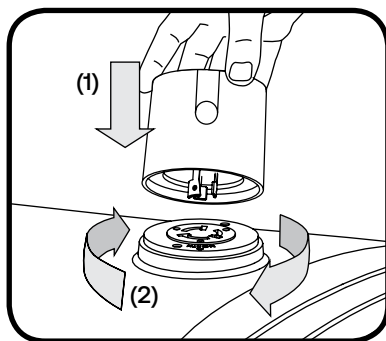
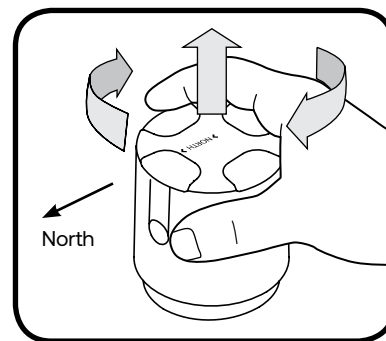

Figure 1
Figure 2
- E. Orient the LightGrid Node towards North:** Lift up on the controller, which will also lift the receptacle with it. While lifting, rotate the controller and socket until the word "NORTH->" on the top of the controller is directed toward true North. Then lower the assembly back into place (Figure 2).
- D. Confirmez que le luminaire est en gradation durant les premières 60 secondes.** Lorsque le nœud LightGrid est connecté pour la première fois, il va allumer (ON) le luminaire et le mettre en gradation. Avant de quitter le poteau, confirmez visuellement que vous voyez la brillance du luminaire diminuer pour confirmer que le système de gradation fonctionne correctement. Remarque : Ceci ne s'applique qu'aux luminaires offrant la gradation et munis d'un réceptacle ANSI comprenant 5 ou 7 contacts. Les luminaires munis d'un réceptacle n'ayant que 3 contacts n'offrent pas la gradation.
- E. Orientez le contrôleur vers le Nord :** Soulevez le nœud LightGrid, ce qui va également soulever le réceptacle avec lui. Lorsqu'il est soulevé, faites pivoter le nœud et la prise jusqu'à ce que le mot "NORTH->" situé sur la partie supérieure du nœud soit orienté vers le nord géographique. Abaissez alors l'ensemble de retour en place (Figure 2).
- B. Plug in the node:** Orient node so large blade aligns with large slot in receptacle. Plug in, then twist clockwise until it is fully locked in place (Figure 1).
- D Orient the LightGrid Node towards North:** Lift up on the controller, which will also lift the receptacle with it. While lifting, rotate the controller and socket until the word “NORTH->” on the top of the controller is directed toward true North. Then lower the assembly back into place (Figure 2).
- B. Branchez le nœud :** Orientez le nœud LightGrid de manière que la lame large soit alignée avec la rainure large dans le réceptacle. Branchez et ensuite tournez dans le sens horaire jusqu'à ce qu'il soit bien verrouillé en position (Figure 1)
- C. Confirmez que le luminaire est en gradation durant les premières 60 secondes.** Lorsque le nœud LightGrid est connecté pour la première fois, il va allumer (ON) le luminaire et le mettre en gradation. Avant de quitter le poteau, vous devez confirmer visuellement que vous voyez la brillance du luminaire diminuer pour confirmer que le système de gradation fonctionne correctement. Remarque : Ceci ne s'applique qu'aux luminaires offrant la gradation et munis d'un réceptacle ANSI comprenant 5 ou 7 contacts. Les luminaires munis d'un réceptacle n'ayant que 3 contacts n'offrent pas la gradation.
- D. Orientez le contrôleur vers le Nord :** Soulevez le nœud LightGrid, ce qui va également soulever le réceptacle avec lui. Lorsqu'il est soulevé, faites pivoter le nœud et la prise jusqu'à ce que le mot “NORTH->” situé sur la partie supérieure du nœud soit orienté vers le nord géographique. Abaissez alors l'ensemble de retour en place (Figure 2).